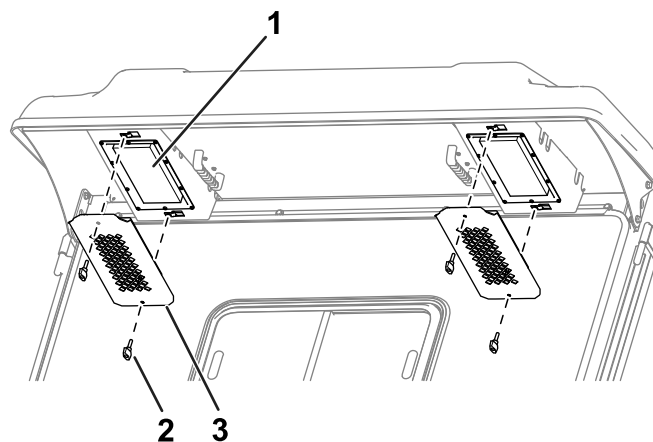

Figura 82
1. Retire los pomos y las rejillas del reborde trasero de la cabina (Figura 82).
4. Utilice los pomos y las rejillas para instalar los filtros en la cabina (Figura 82).